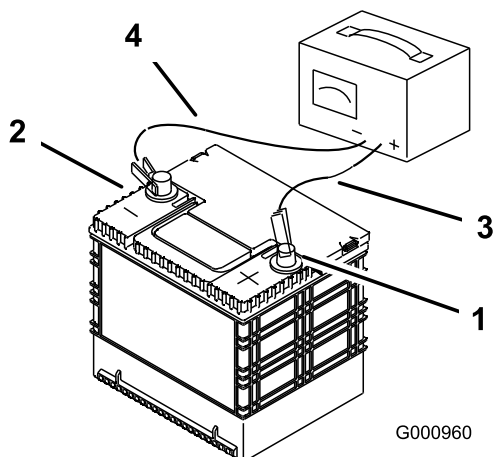

Figura 47
2. Cuando la batería esté completamente cargada, desconecte el cargador de la toma de electricidad; a continuación, desconecte los cables del cargador de los bornes de la batería (Figura 47).